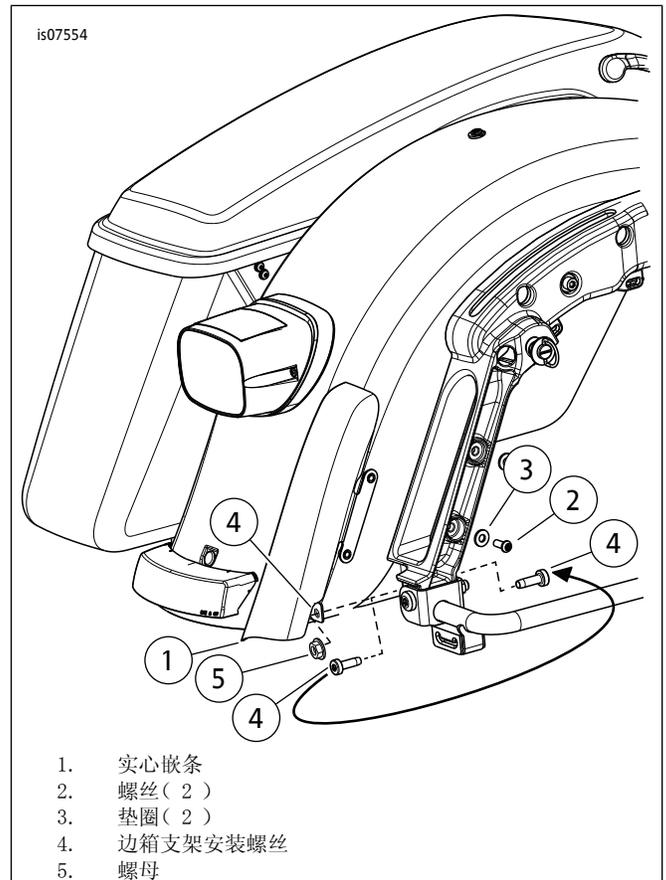

图1。安装实心嵌条
2. 参见图1。拆下边箱底部支架安装螺丝(4)和螺母(5)。保留五金件待用。